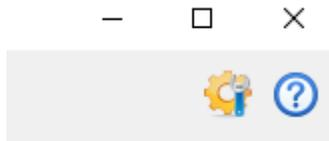

图 16
- d. 点击图 16 之  图示自订 MCU 引脚配置之外观等相关设定。